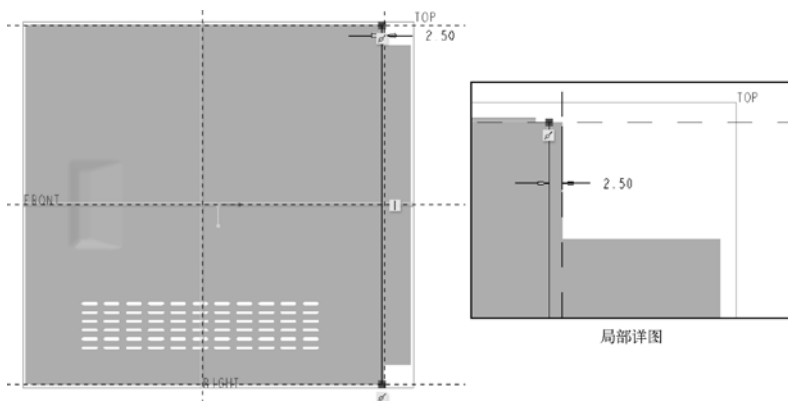

图 6-44 绘制折弯线
- (4) 在“折弯”选项卡中打开“折弯线”面板，单击“草绘”按钮，进入内部草绘器。
- (5) 绘制图 6-44 所示的折弯线，注意将折弯线的端点重合约束到相应的边上。单击 (确定) 按钮。